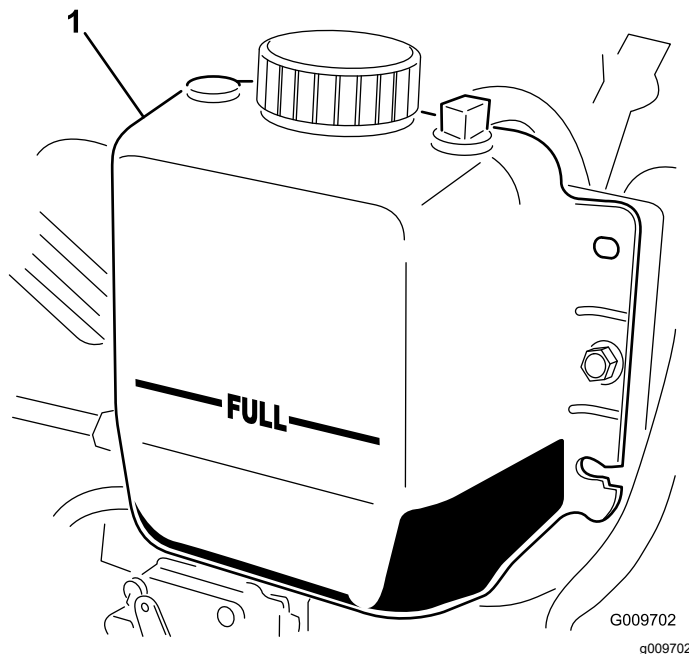

Figura 35
2. Controllate il livello del refrigerante nel radiatore. Il radiatore deve essere riempito fino alla parte superiore del collo del bocchettone, ed il serbatoio di espansione fino al segno di "FULL" (pieno) (Figura 35).